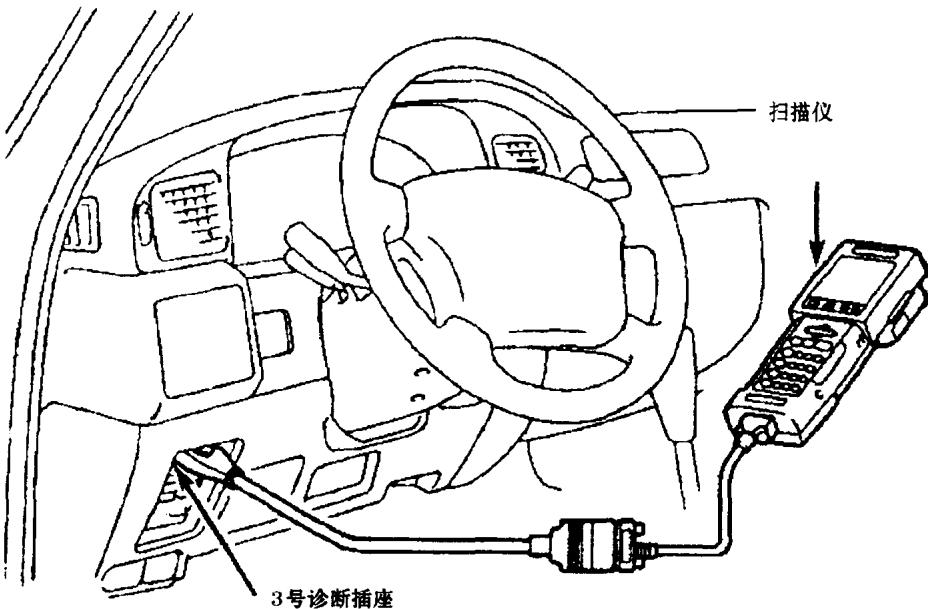

图 1-1 扫描仪的连接
(1) 如图 1-1 所示，将扫描仪与 3 号诊断插座相连。接通点火开关，但不起动发动机。
(2) 接通扫描仪。选择激活模式，根据扫描仪制造商提供的说明书，激活燃油泵。监听燃油泵工作时的声响，或是用手触摸燃油滤清器的进油管，以判断燃油泵工作是否正常。断开点火开关，拆下扫描仪。如果燃油泵工作正常，还应对燃油压力进行检查。
(3) 如果燃油泵不工作，可能是 EFI 主继电器、电路断路继电器或燃油泵继电器（如果使用）工作不良。可参照本节“燃油泵控制电路”中的有关内容进行检查。
(4) 如果继电器正常，还应对熔断器、燃油泵、燃油泵搭铁电路及其他有关电路等进行检查。
(5) 打开盖，将扫描仪与 3 号诊断插座接好，见图 1-1。接通点火开关，但不起动发动机。